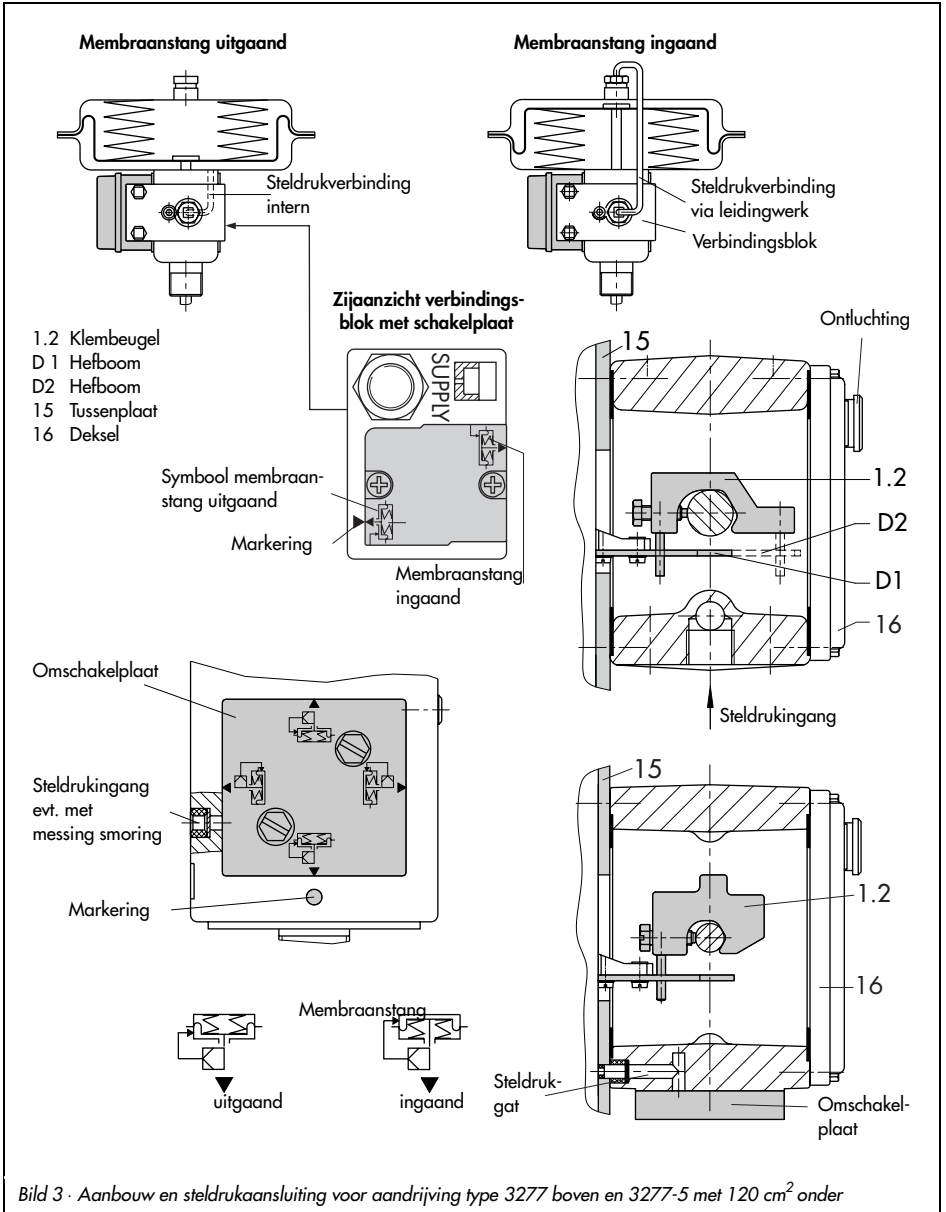

Bild 3 · Aanbouw en steldrukaansluiting voor aandrijving type 3277 boven en 3277-5 met 120 cm² onder
De klepstandsteller heeft geen eigen be- en ontluichtingsstop. De ontluchting wordt via de ontluichtingsstop op de toebehoren naar buiten geleid; zie ook fig. 3, 4 en 5.
6. De schakelplaat aan de zijkant op het verbindingblok (fig. 3) conform de pijlmarkering op het verbindingblok zodanig uitrichten, dat het symbool voor "membraanstang uitgaand" resp. voor "membraanstang ingaand" overeenkomt met de uitvoering van de aandrijving. Eventueel de beide bevestigingsschroeven uitdraaien en de schakelplaat 180 verdraaid weer monteren.